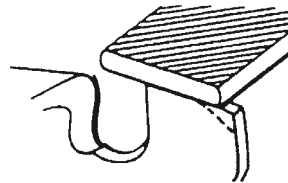

Fig. 45
- 4) Redondee la esquina frontal para mantener la forma original del calibre de profundidad después de utilizar la herramienta del calibre de profundidad. Respete siempre el ajuste recomendado del calibre de profundidad, según el manual de mantenimiento o manual del operador de la sierra. (Fig. 45)